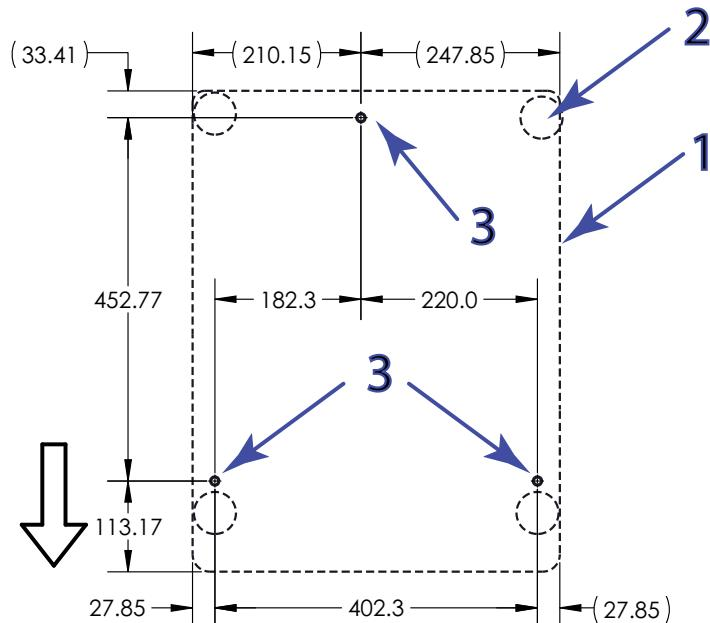

Figura 12. Posizione dei punti di ancoraggio (vista dall'alto)
Legenda per Figura 12
1. Fare riferimento alla Figura 12 a pagina 61 e praticare i fori nel tavolo nelle posizioni appropriate per allinearsi con i punti di ancoraggio sulla base del telaio. Si consigliano fori di diametro 15 mm (0,59 pollici).